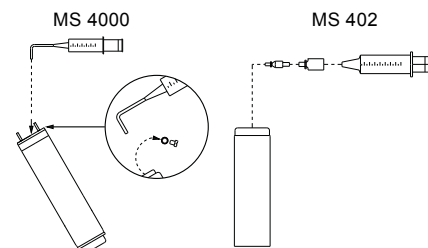

Рис. 3 Положение электродвигателя при заполнении - MS 4000 и MS 402
1. Установите погружной электродвигатель, как показано на рис. 3. Резьбовая пробка должна находиться в наивысшей точке электродвигателя.
3. С помощью специального шприца заливайте в электродвигатель жидкость (рис. 3), пока она не начнёт вытекать через заливочное отверстие.